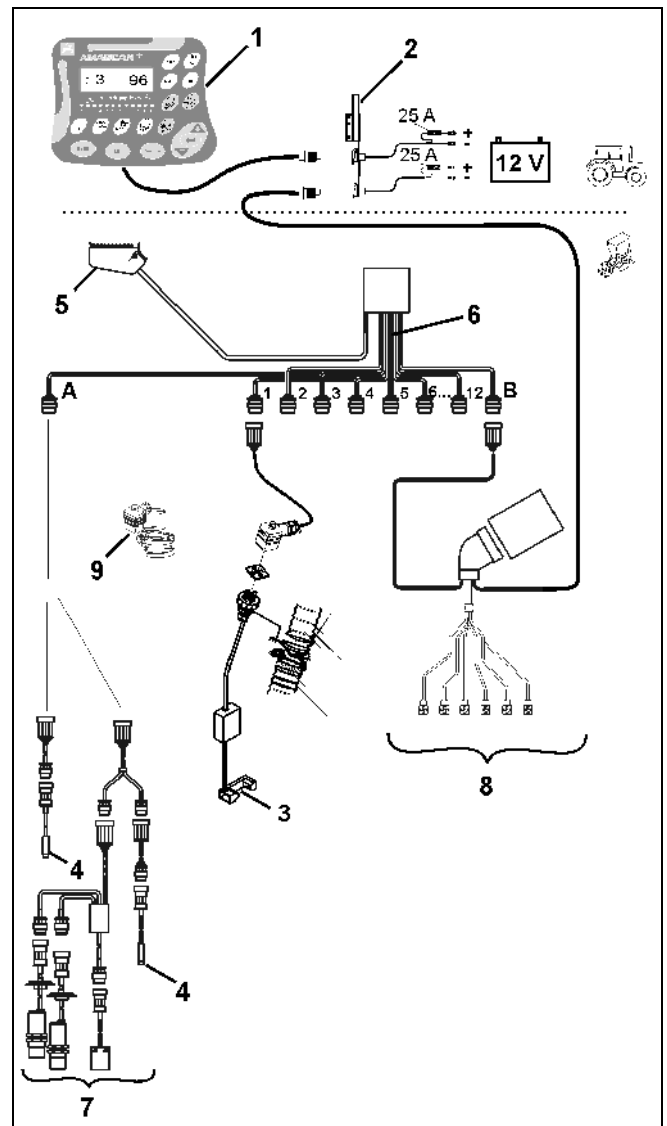

Fig. 3
- Pour la surveillance des différents éléments semeur, chaque graine de semence génère une impulsion après avoir quitté le disque de démarrage et passé l'optotransmetteur (Fig. 3/3) (faisceau lumineux à infrarouge).